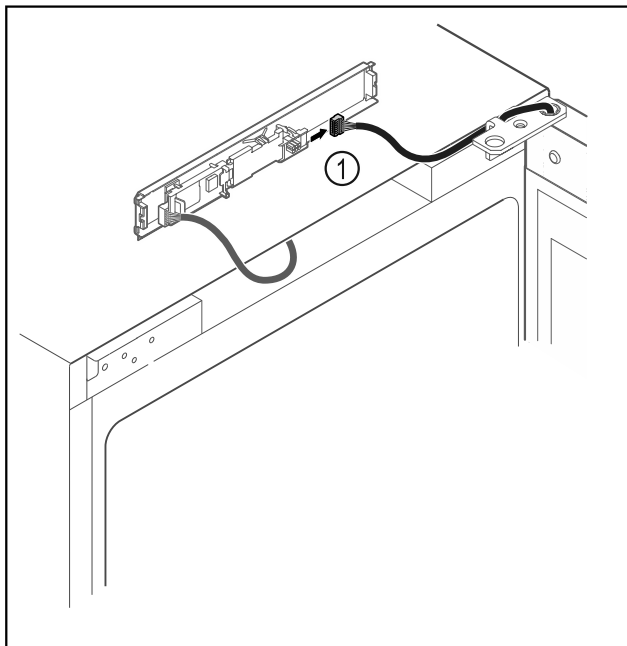

Fig. 7
- Vytáhněte zástrčku Fig. 7 (1) z desky.